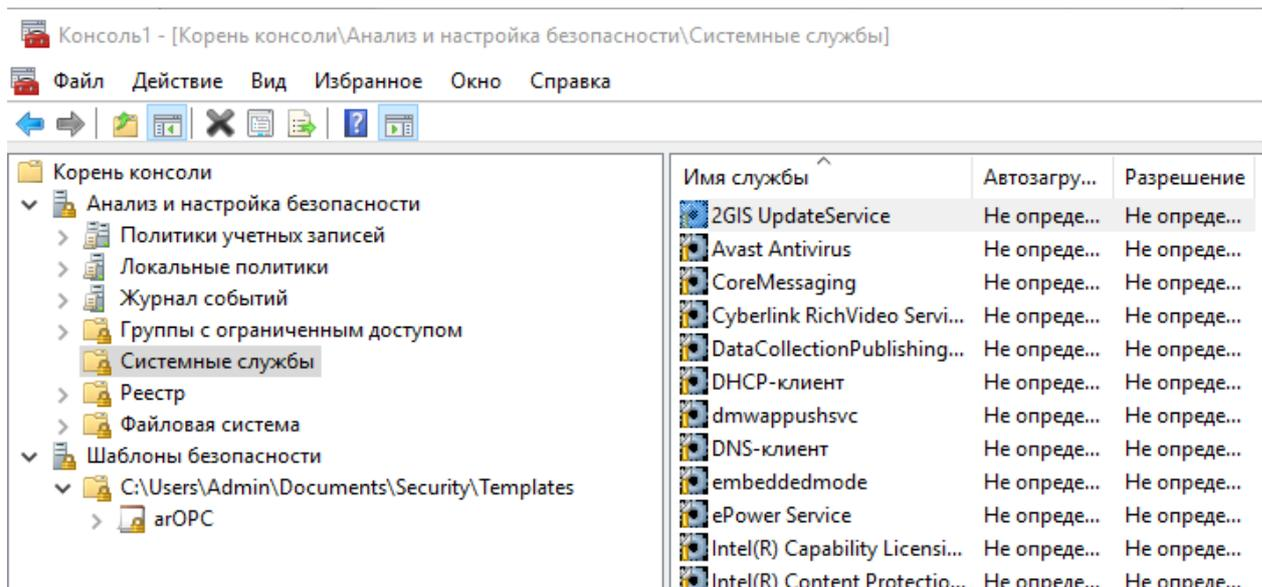

Рис. 19.10 Выбор службы
8. В появившемся дереве выбрать узел «Системные службы» и в появившемся с правой стороны списке выбрать службу, управление которой необходимо разрешить OPC серверу, рисунок 19.10. Для примера была выбрана служба обновления 2ГИС.